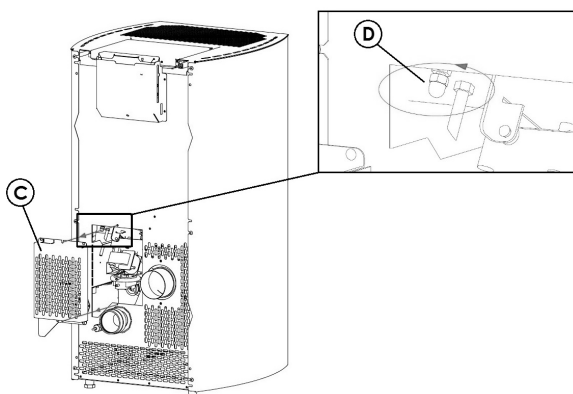

Fig. 76 - Borttagning af luge
- Fjern inspektionslugen "C" placeret bag på ovnen (se **Fig. 76**).